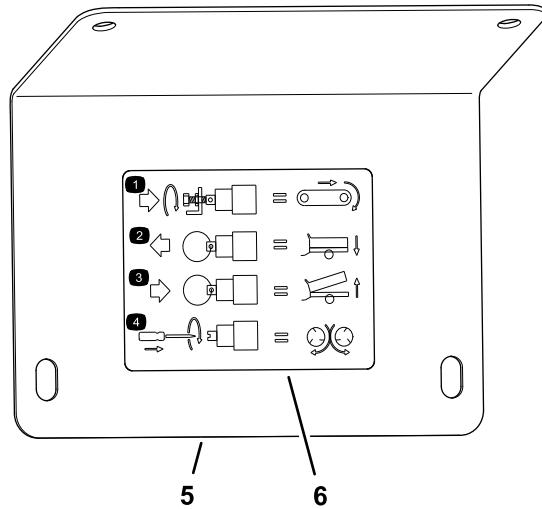

Figure 34
**Remarque:** Voir l'autocollant sur le capot de protection (Figure 34).